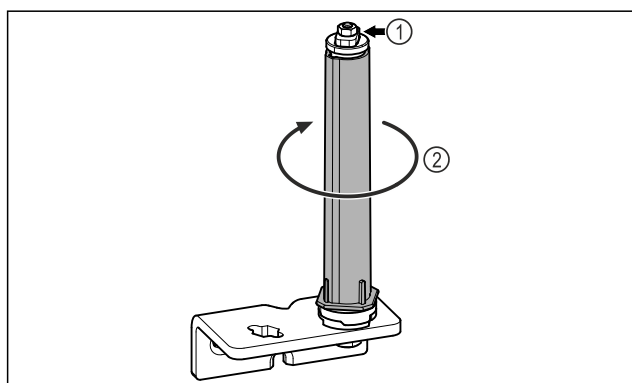

Fig. 23
- ▶ No desmontar el sistema de cierre de puertas Fig. 23 (1).
- ▶ Girar el sistema de cierre Fig. 23 (2) hasta que haga clic.